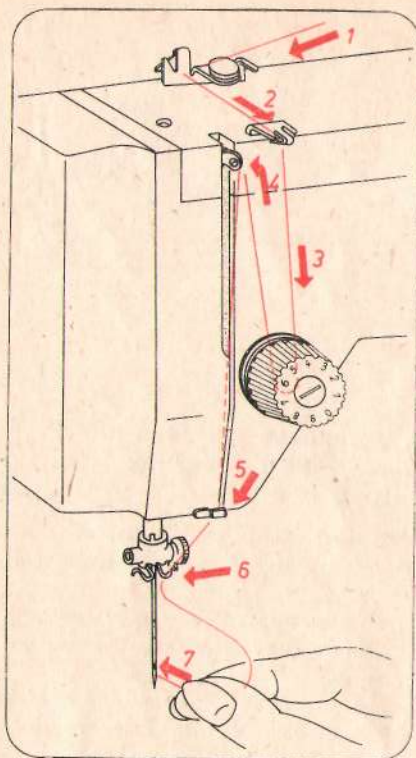

рис. 13
11. Заправка верхней нити (рис. 13)
- При заправке нити следует поступать по цифровой схеме (рис. 13).